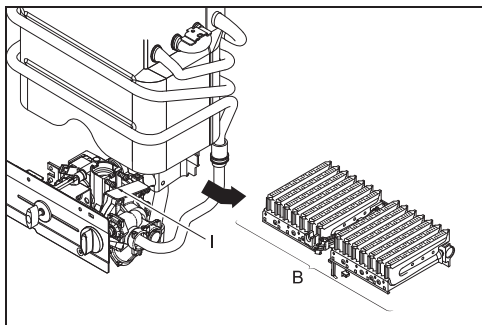

Рис. 3
- ▶ Чтобы снять горелку (Рис. 3, [В]), необходимо ослабить два винта (Рис. 3, [I]) и отсоединить горелку от газовой арматуры.